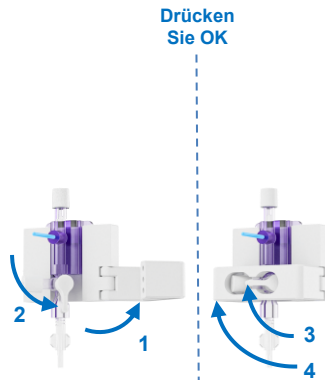

Abbildung 25 Nullstellen des Drucksensors
- Öffnen Sie die Klammer an der Drucksensorhalterung, um auf das Ventil am Drucksensor zuzugreifen (Abbildung 25; Schritt 1). Drehen Sie das Ventil am Drucksensor gemäß den Instruktionen auf dem Display (siehe unten) nach unten, um den Sensor zu öffnen und den atmosphärischen Druck zu messen (Schritt 2).
- Drücken Sie im Menü der Pumpeneinheit auf OK, um den Sensor auf atmosphärischen Druck zu nullen. Das Nullstellen des Drucks dauert 8 Sekunden (Abbildung 25).
- Drehen Sie das Drucksensorventil zurück in die horizontale Position (Abbildung 25, Schritt 3 und **Error! Reference source not found.**) und schließen Sie die Klammer der Halterung des Drucksensors, um das Ventil vor unbeabsichtigtem Öffnen zu schützen (Schritt 4). Drücken Sie OK an der Pumpeneinheit, um fortzufahren.
- Falls das Liver Assist-System nicht feststellen kann, ob der Drucksensor ordnungsgemäß an den Perfusionskreislauf angeschlossen ist, überprüfen Sie, ob sich das Ventil des Drucksensors in der horizontalen Position befindet (Abbildung 25, Schritt 3). Drücken Sie OK, wenn sich das Ventil des Drucksensors in horizontaler Position befindet.